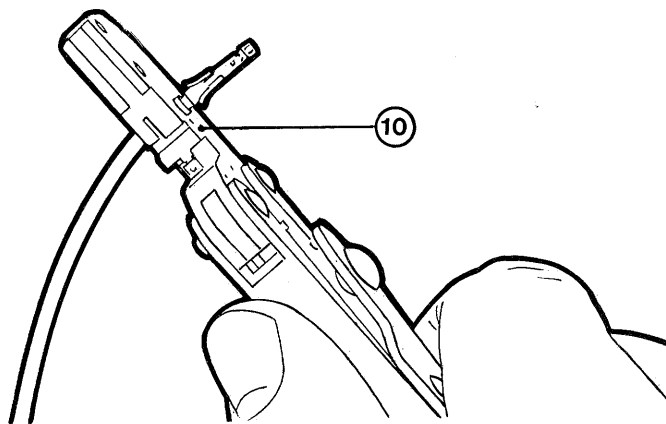
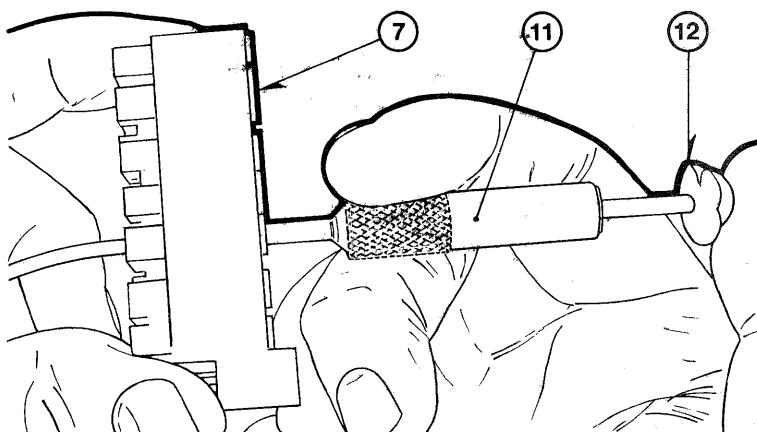
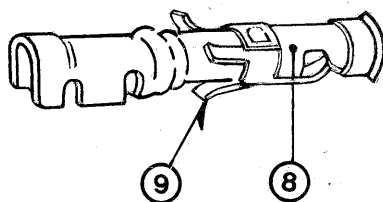

Fig. 40a
Fig. 40b
Fig. 40c
- c) infilare i cavetti (4) sotto la squadretta (1) ed eventualmente i cavetti (5) nell'apposita cava esistente sul retro della scatola e poi sotto la squadretta (1)
- d) inserire quindi i cavetti nella spina (6) avendo cura di far corrispondere ogni cavetto al rispettivo foro della presa contraddistinta dallo stesso numero.
Per collegare i circuiti ausiliari alla presa (7) occorre disporre della pinza aggraffacavi (di costruzione AMP) modello N° 576.760 (fig. 40a) e dell'attrezzo di estrazione modello N° 150.807 (fig. 40b). Detti attrezzi possono essere richiesti alla SACE (oppure direttamente alla AMP ITALIA S.p.A. Collegno - TORINO).
- e) sistemare il terminale a tubetto (8) (fig. 40c) nella pinza aggraffacavi (fig. 40a); inserire da sinistra l'estremità del cavetto liberata dall'isolante per una lunghezza di circa 1 cm
- f) serrare a fondo la pinza (10)